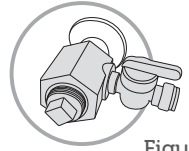

Figura 5
- 8- Certifique-se de que o registro do adaptador esteja aberto, posição horizontal (Figura 5). Verifique se existe algum vazamento ou gotejamento de água.